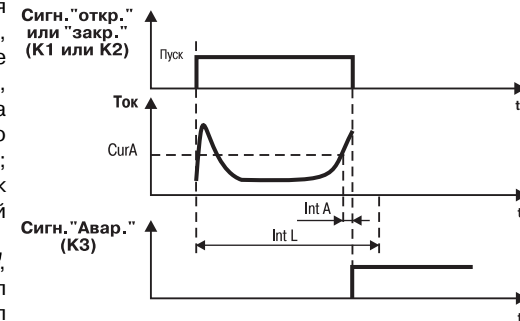

Рис. 8
- заклинивание вала электропривода произошло до достижения конечного положения – время хода, заданное в программируемом параметре  $\overline{IntL}$ , еще не истекло, а в течение времени, определяемом значением параметра  $\overline{IntA}$ , превышен ток защитного отключения (задается в параметре  $\overline{CurA}$ ); БУ воспринимает эту ситуацию как аварийную и выдает соответствующий сигнал (рис. 8);